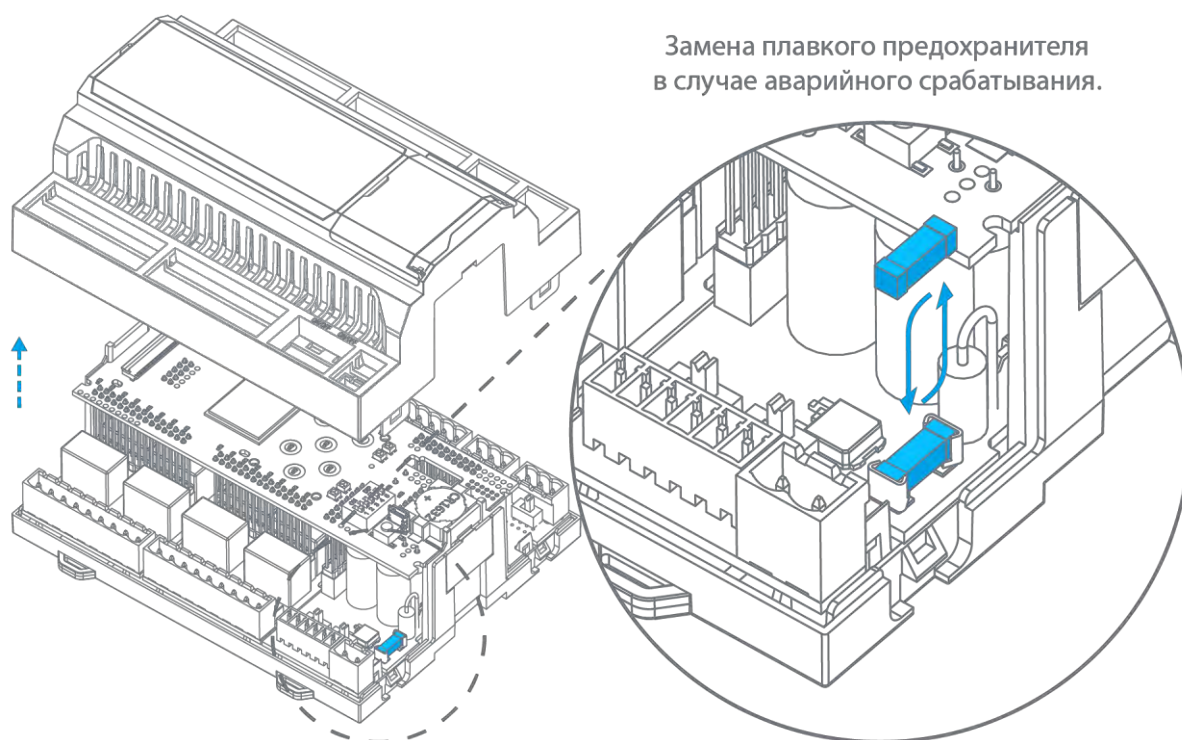

Рис. 48 – Замена предохранителя
- извлеките предохранитель из держателя и установите новый предохранитель как показано на Рис. 48;